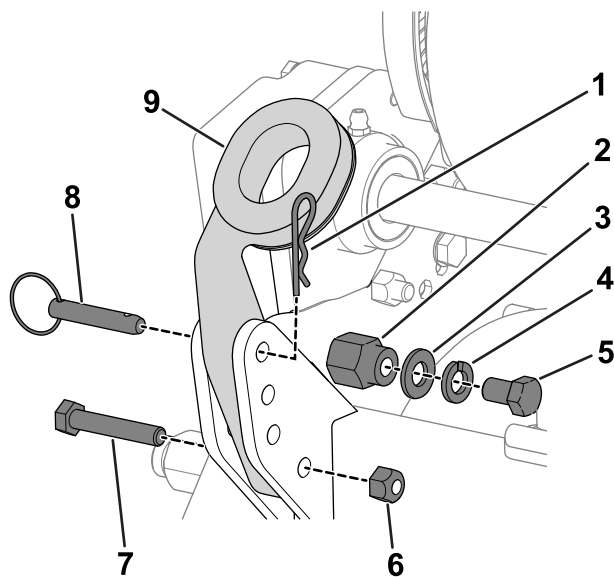

Figura 3
1. Retire los pernos (5/16"), las contratuercas, los pasadores de anilla y las chavetas que sujetan la parte inferior de los brazos del manillar a cada lado de la máquina (Figura 3).
2. Retire los pernos (3/8"), las arandelas y las arandelas de freno de los pasadores de montaje a cada lado de la máquina (Figura 3).
3. Introduzca los extremos del manillar por los taladros de los brazos del manillar y alinee los taladros con los pasadores de montaje (Figura 3).
6. Utilice los pernos (5/16"), las contratuercas, las chavetas y los pasadores de anilla que retiró anteriormente para fijar los brazos del manillar a la parte trasera del bastidor (Figura 3).